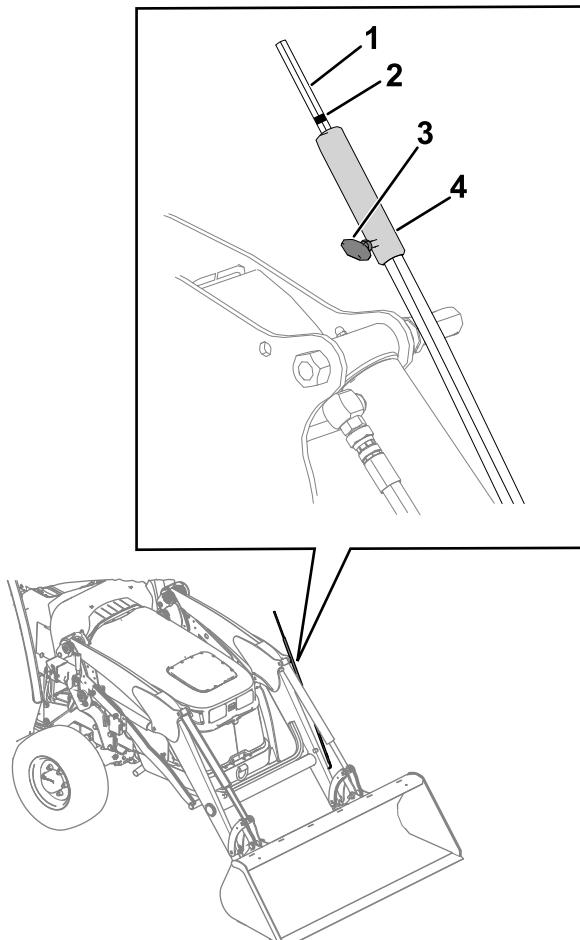

Figure 60
Pendant l'utilisation de la chargeuse, l'indicateur de niveau (Figure 60) permet de noter la position de l'outil depuis le poste de conduite. Vous pouvez régler l'indicateur pour différents outil :
2. Réglez l'indicateur de niveau de l'outil (Figure 60) de afin qu'il soit visible depuis la position de l'utilisateur.